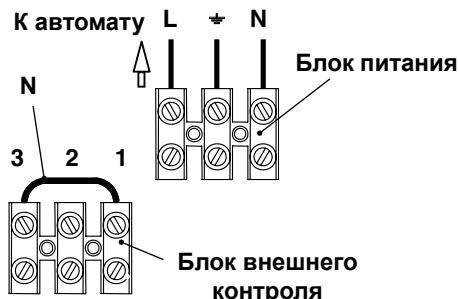

рисунок 5.19
- Подключите кабель питания, идущий от автомата к блоку питания котла (рисунок 5.19) сохраняя правильную фазность: фаза (коричневый провод), ноль (синий провод). Рекомендуется установка внешнего ЗА предохранителя или автомата с аналогичными характеристиками.